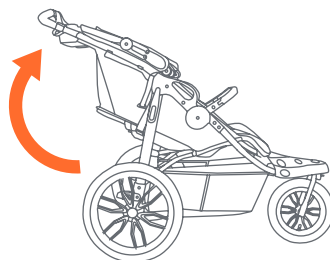

Fig. 21b
- 21) • Destrae la palanca de liberación (Fig. 1a). Despliegue el armazón del cochecito tirando hacia atrás del manubrio (Fig. 21b). La barra se trabará cuando las patas estén completamente extendidas.